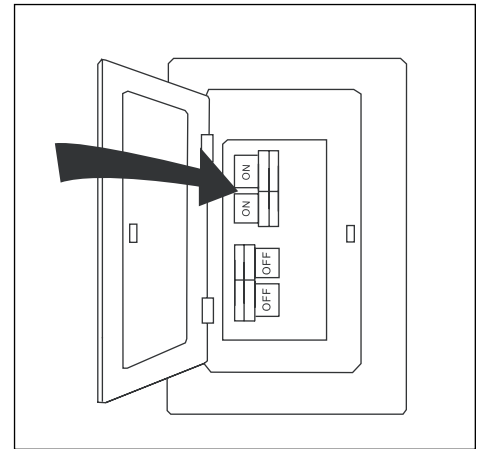

Figure 4.9
9. Rétablissez l'alimentation électrique entre le panneau central de disjoncteurs ou de fusibles et l'interrupteur mural (Figure 4.9). **L'assemblage est terminé.**